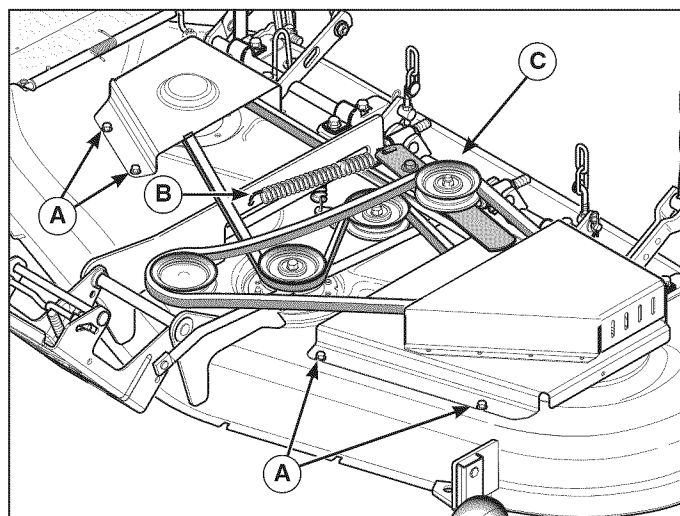

Figura 25
3. Quite los tornillos y las cubiertas (A, Figura 25) del huso de la cuchilla derecha.
5. Con la ayuda de unas pinzas o un extractor de muelles, quite el muelle de la polea tensora (B) de la ranura de la plataforma del cortacésped.
6. Afloje el tornillo (C) que une la polea tensora al soporte. Ahora la correa puede resbalar entre la polea y la tapa del soporte tensor.